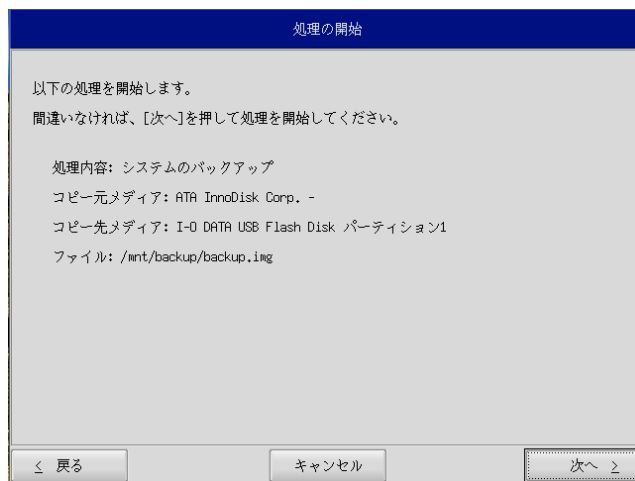

図 6-3-6. 確認画面
- ⑨ 確認画面（図 6-3-6）が表示されます。メディア、パーティション、保存ファイルを確認します。[次へ] ボタンを押します。